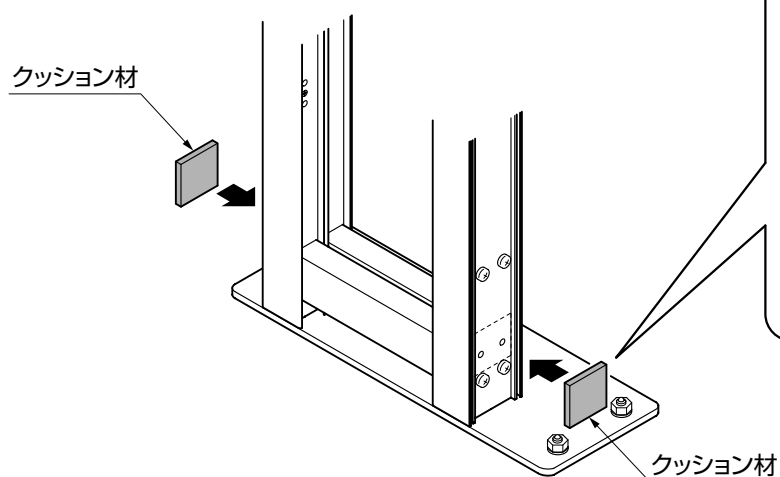

図5-2
- ① ベースプレートに柱を差込み、【14-5】で取付けてください。
- ② 柱のベースプレートに取付けた下側ネジの上部にクッション材を貼付けてください。(図5-2参照)
- ③ 柱カバーを柱に差込み、柱キャップを取付けてください。